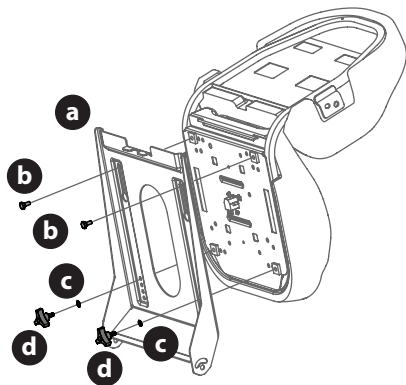

Figura 5
2. Instale el asiento en la bandeja del asiento (a) usando los herrajes proporcionados (Figura 5).
- a. Para el asiento que se ajuste con perillas, inserte los pernos (b) en los orificios traseros y trabe la arandela (c) y las perillas (d) en el frente. Ajuste bien (Figura 5).